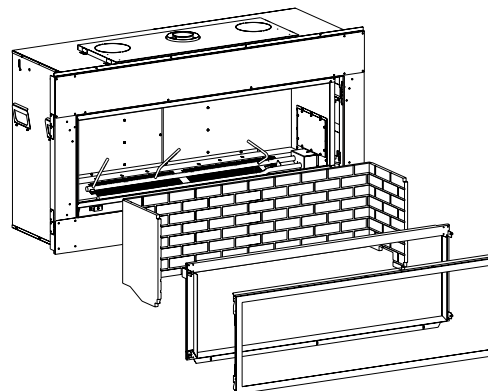

Figure 9
1. Démontez les éléments suivants : **Voir Figure 9.**
9. Remettre en place l'encadrement de verre, l'écran de protection et les doublures retirées à l'étape 1, Figure 9.